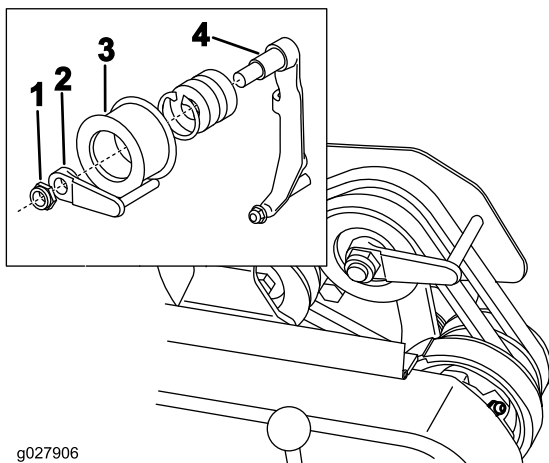

Figura 41
8. Para empurrar ou puxar mais facilmente a máquina sem ligar o motor, ajuste o guia da correia (Figura 41, em destaque) da seguinte forma: